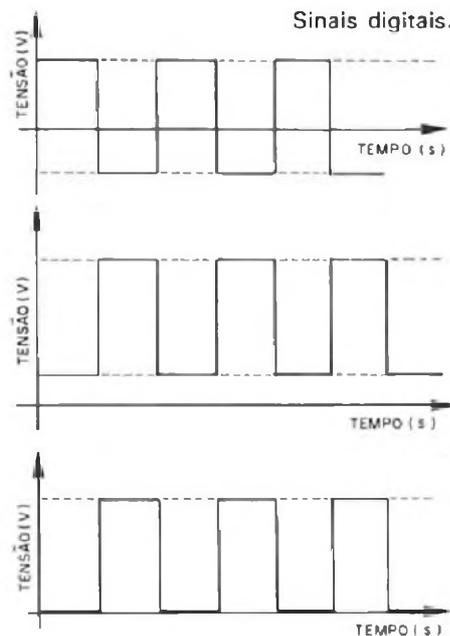

FIGURA 2
Nos sinais digitais, ao contrário dos analógicos, a amplitude varia abruptamente de um valor limite para o outro valor também limite, (1) não existindo estados ou fases intermediárias entre esses dois limites (amplitudes). A figura 2 apresenta vários sinais digitais em tensão; notar como a tensão varia repentinamente entre os dois estados: estado alto e estado baixo. O estado alto pode ser caracterizado pela tensão mais positiva do sinal e o estado baixo pela tensão mais negativa desse sinal, no entanto, nada impede inverter as "bolas", ou seja: estado alto → tensão mais negativa e estado baixo → tensão mais positiva; neste último caso dizemos que a lógica utilizada é a negativa (lógica negativa) pois "tudo está trocado" e, evidentemente, no